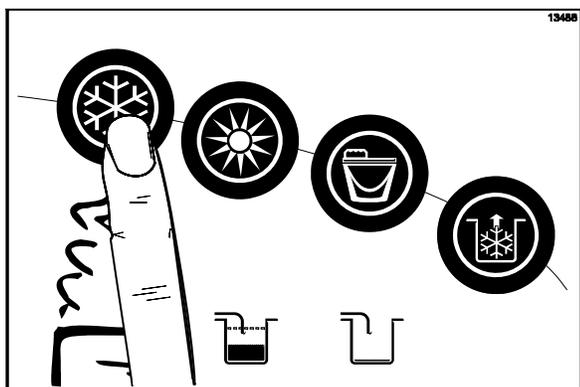

図41
4. 運転再開の準備ができたなら、AUTO キー^{❄️}を押します(図41を参照)。マネージャーメニューを用いて AUTO START 機能の有効・無効の切替えができます。AUTO START が有効にされると、機械は設定の時刻に STANDBY モードを終了し、両側が AUTO モードに入ります(97ページを参照。)